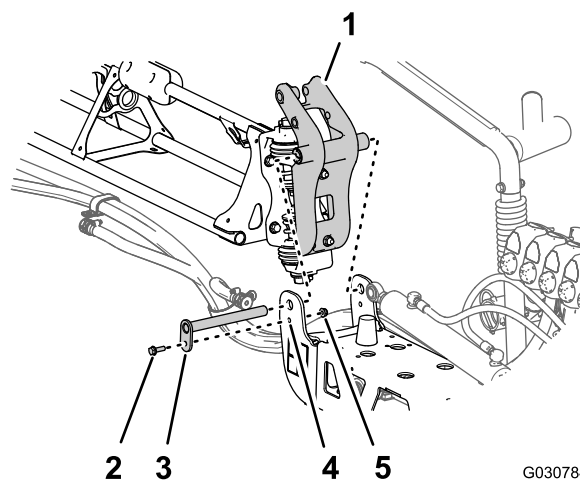

Figure 122
3. Alignez les bagues insérées dans la fixation de pivot et les trous dans les brides du support de pivot, au bout de la section de pulvérisation centrale (Figure 122).